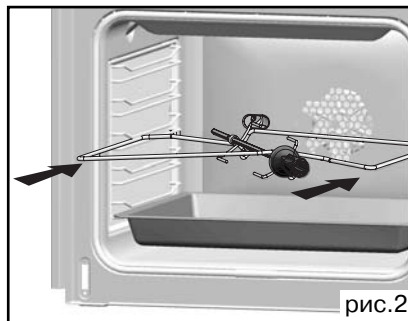

рис. 2
- вставьте вертел в держатель (рис. 2).